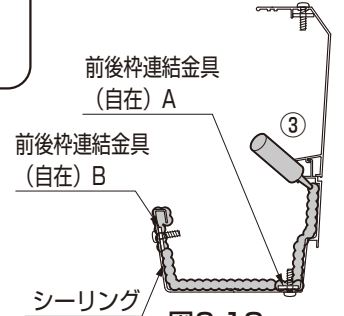

図6-12
- ③前後枠 (水下) の樋の接続部および前後枠連結金具の周りにシーリングをしてください。(図6-12参照)
- 前後枠 (水下) の場合は、前後枠の継ぎ目にもシーリングをしてください。(図6-12参照)